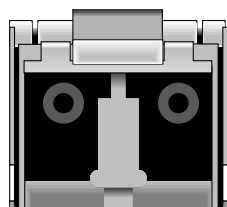

図 5-3 SFP コネクタの末端の二重ジャック
2. ファイバ チャネル ケーブルの片方の端を、図 5-3 に示す SFP コネクタの末端の二重ジャックに差し込みます。